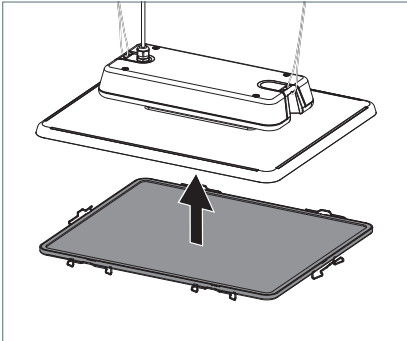

Fig. 12: Positionner la vitre de protection.
- Posez la vitre de protection sur le luminaire depuis le bas, voir Fig. 12.